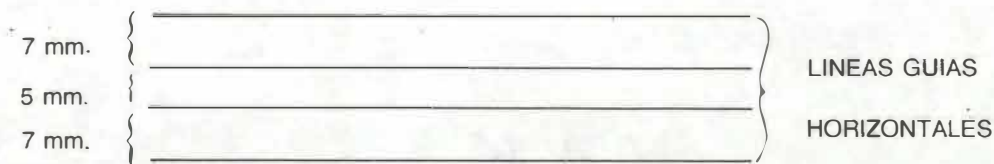

FIG. 4
3. Dibuje a mano alzada las letras siguiendo la dirección y el orden operacional dado para cada letra (fig. 4).